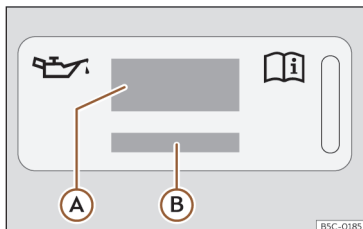
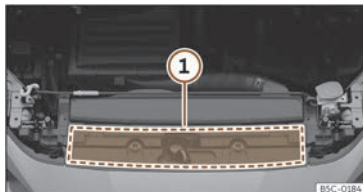

Fig. 220 Dans le compartiment moteur : zone d'emplacement de l'étiquette d'huile moteur
Fig. 221 Dans le compartiment moteur : zone d'emplacement de l'étiquette d'huile moteur
Légende de la >>> fig. 220 :
Si vous devez ajouter de l'huile moteur, utilisez l'une des huiles indiquées sur l'étiquette >>> fig. 220. L'étiquette avec la norme prescrite se trouve sur l'avant du compartiment moteur >>> fig. 221 ①. Si vous utilisez l'huile moteur recommandée, vous pouvez corriger le niveau de remplissage autant de fois que nécessaire.